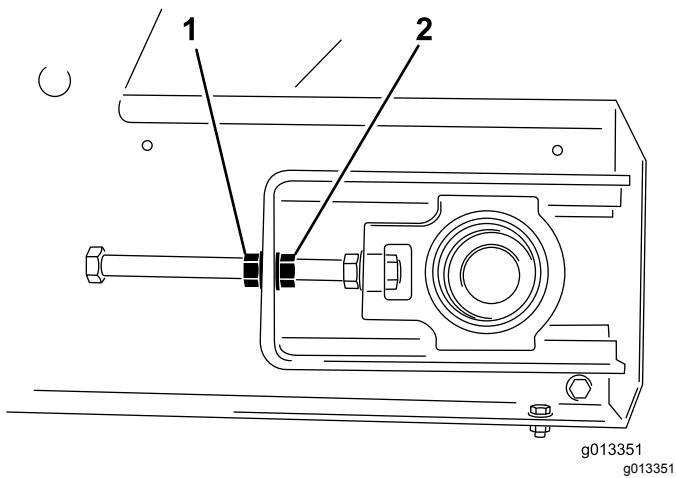

図55
4. テンショナロッドが回らないようにロッドの端部をレンチで押さえながら、もう一本のレンチでロッキングナットロッドの端部に一番近いナットをゆるめる図55。
3. ベルトが寄ってくる側で調整する。テンショナロッドが回らないようにロッドの端部を押さえながらロッキングナットをゆるめ、調整ナットをナットの面分締めつける図55。